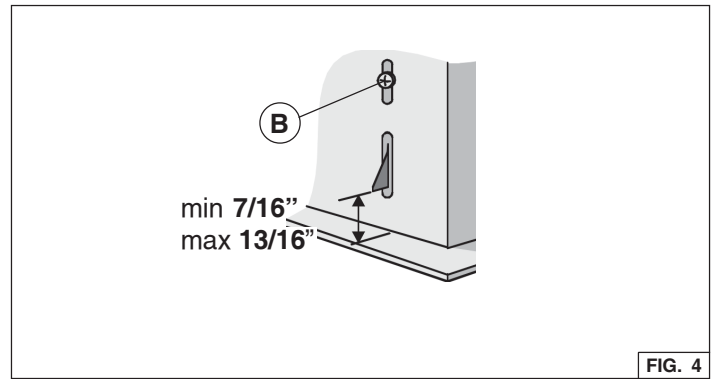

FIG. 4
3. Régler la position du ressort de fixation latéral avec la vis « B » correspondante en fonction de l'épaisseur du bas de l'armoire découpé qui servira de support pour la fixation (Fig.4).